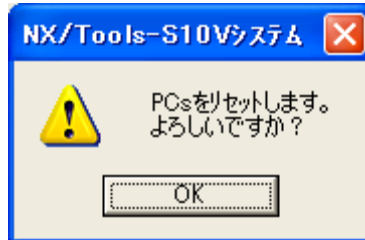

図5-9 PCsリセット確認ダイアログボックス
- (8) 設定値がLPUモジュールの不揮発性のメモリーとCMUモジュールの揮発性（電源断にて揮発）のメモリーおよびCFに書き込まれます。設定値書き込み完了にて送信中画面が消去され、PCsリセット確認ダイアログボックス（図5-9）が表示されます。[OK] ボタンをクリックしてください。PCsリセット確認ダイアログボックスが消去され、S10Vユニットがリセットされます。